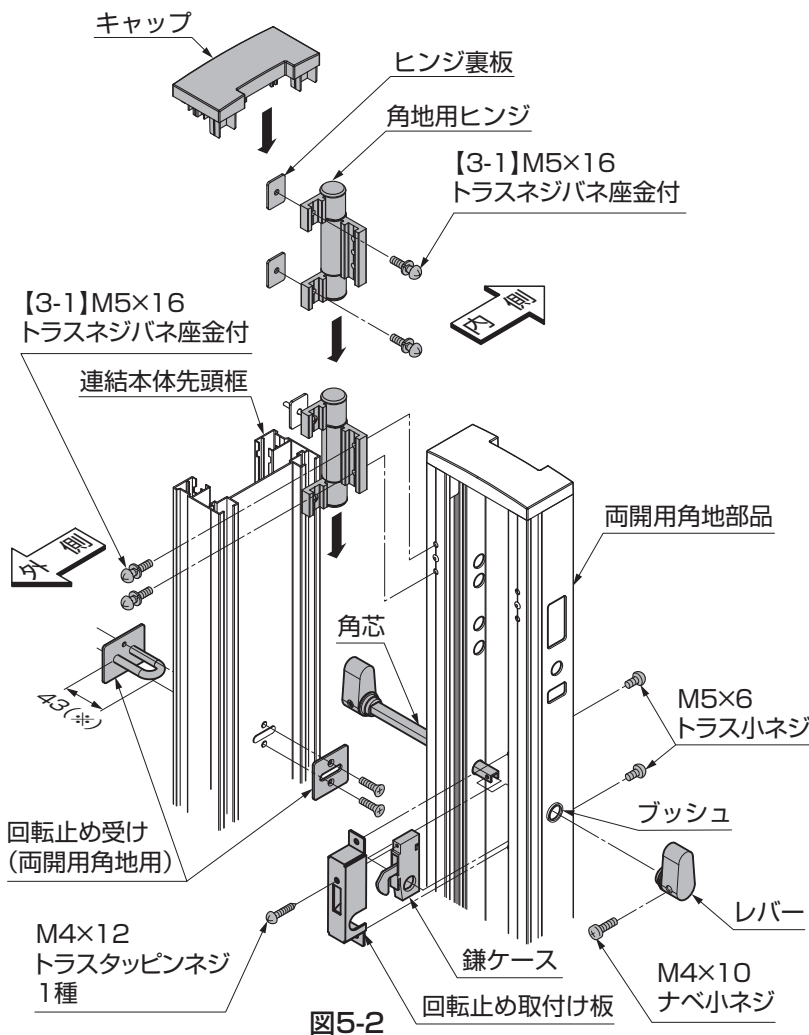

図5-2
- ① 連結本体先頭框の内側のスリット部分に角地用ヒンジを2個挿入し、両開用角地部品に固定してください。(図5-2参照)
- ② 連結本体先頭框の上端と両開用角地部品の上端を合わせ、連結本体先頭框に【3-1】で固定してください。(図5-2参照)
- ③ 回転止め受け(両開用角地用)のネジを外し、連結本体先頭框にはさむように取付けてください。(図5-2参照)
- ④ 回転止めの錠ケースと回転止め取付け材をM4×12トラストッピンネジ1種で取付け、両開用角地部品にM5×6トラス小ネジで固定してください。(図5-2参照)
- ⑤ ブッシュを両開用角地部品にはめ込み、回転止めの角芯(レバー付き)を、両開用角地部品と鎌ケースに差込み、反対側のレバーをM4×10ナベ小ネジで固定してください。
- ⑥ (1)で外した連結本体先頭框のキャップを取付けてください。(図5-2参照)